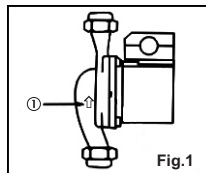

Fig.1
- La dirección del flujo debe corresponder con la flecha ubicada en la carcasa de la bomba (Fig.1).